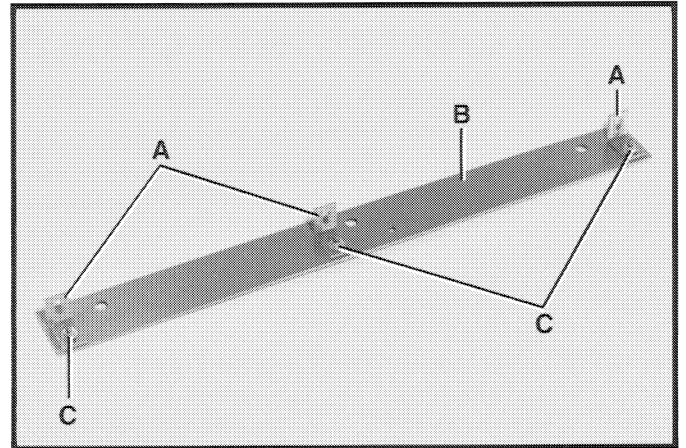

Fig. 29
1. Monte los tres soportes (A) Fig. 29 a la placa adaptadora de la mesa (B) utilizando los tres pernos de carrocería de 1/4-20 x 3/4 pulg. de largo (C), arandelas planas y tuercas cuadradas. **AVISO:** No apriete la herramienta excesivamente en este momento ya que deben realizarse ajustes.